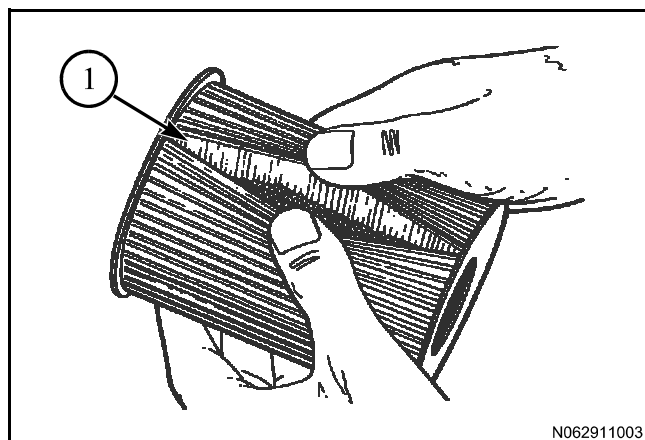

Figure 14
Figure 14: Utiliser un ouvre-filtre pour couper l'élément de filtre (1). Écartez les plis et recherchez du métal ou d'autres débris sur l'élément. Une quantité excessive de débris dans l'élément de filtre peut indiquer une éventuelle défaillance.